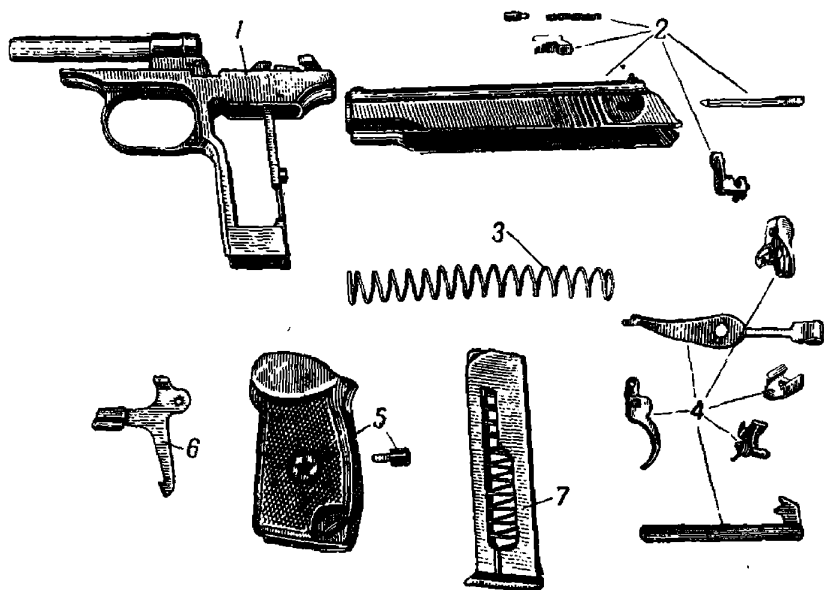

Рис. 2. Основные части и механизмы пистолета:
4. Пистолет состоит из следующих основных частей и механизмов (рис. 2): рамки со стволом и спусковой скобой, затвора с ударником, выбрасывателем и предохранителем, возвратной